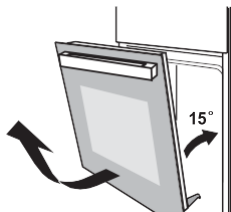

Рис. 2
2. Закройте дверь на угол примерно 15° . Поднимите и медленно вытяните дверцу из духовки. (Рис. 2)